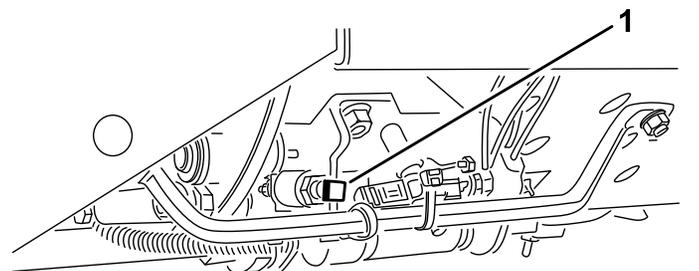

Figura 26
**Importante:** La velocità di tosatura viene impostata in fabbrica a 9,7 km/h. La velocità dei cilindri può essere aumentata o ridotta regolando la vite di arresto della velocità (Figura 26).